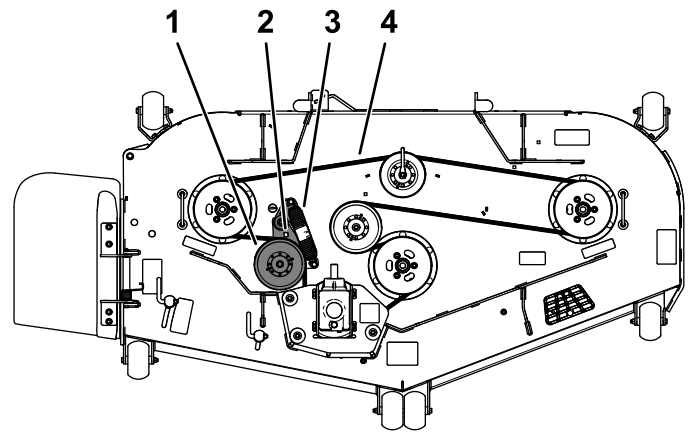

Figure 59
8. Veillez à engager les extrémités du ressort dans les rainures d'ancrage, puis insérez le rochet dans le trou carré et chaussez la courroie sur la poulie de tension (Figure 59).
5. Insérez un rochet dans le trou carré du bras de la poulie de tension pour détendre le ressort de la poulie de tension (Figure 59).
7. Installez la nouvelle courroie sur les poulies (Figure 59).